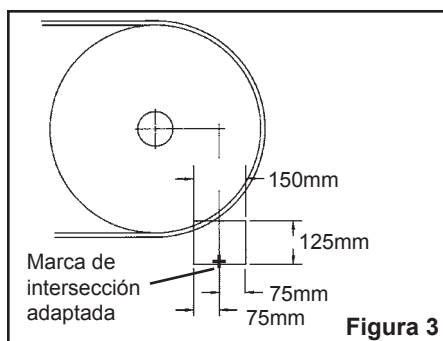

Figura 3
Con el uso de la marca de intersección adaptada ("+") establecida en el PASO 4, trace y corte la apertura requerida de 125x150mm en (Figura 3). Si se requiere un orificio de acceso, consulte el PASO 7.
- Mida desde la parte trasera del eje de la polea a la estructura de soporte (Figura 3).